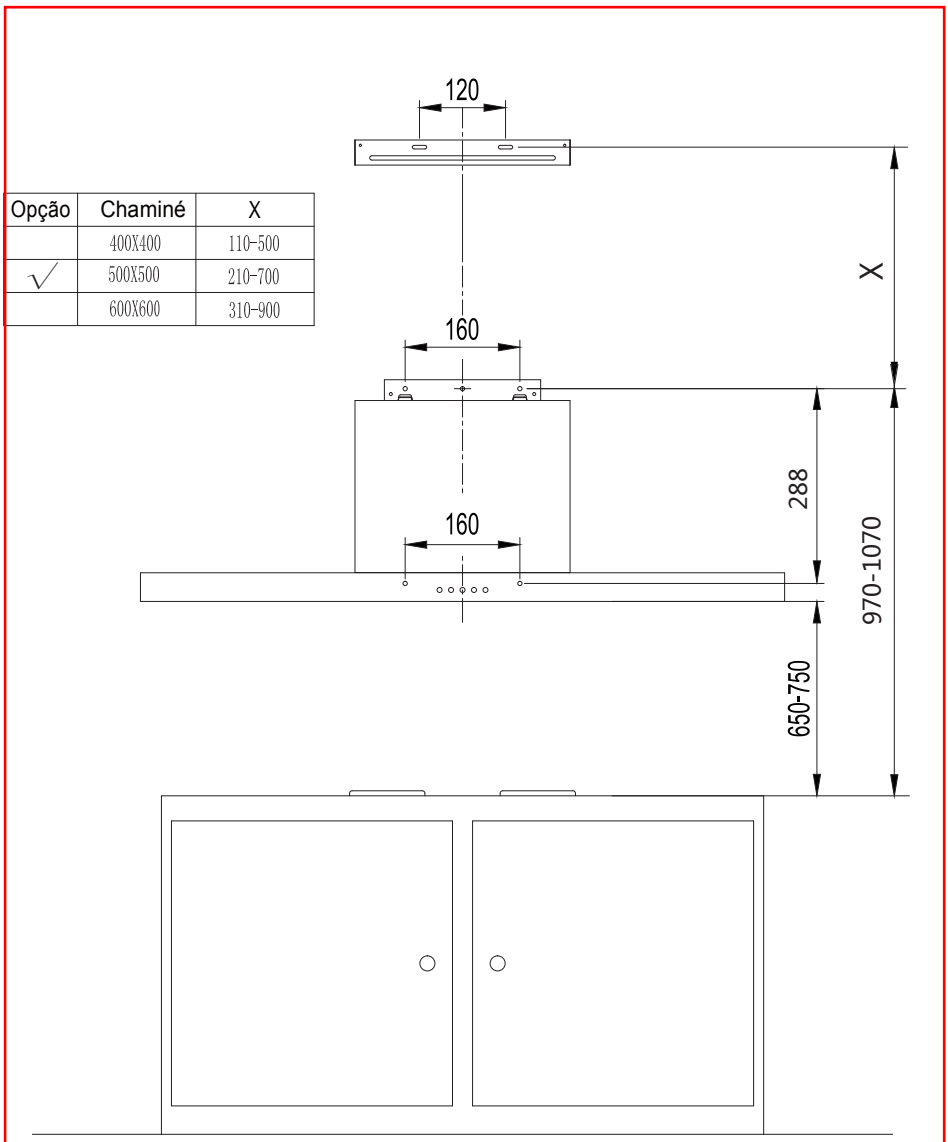

Fig.2
- O exaustor deve ser colocado a 650 ~ 750 mm acima do plano de cozedura para um efeito seguro e bom. Veja a Fig.2.